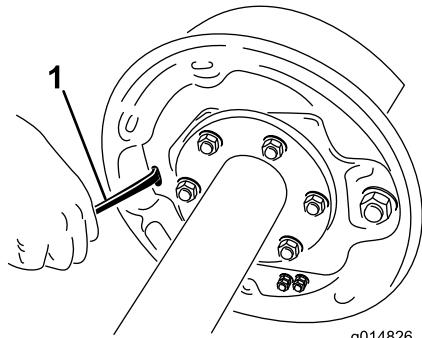

図2
4. 通常のねじ回しを使って、アジャスター・アセンブリのスターホイールを回してブレーキシューを外側に開く（図2）。